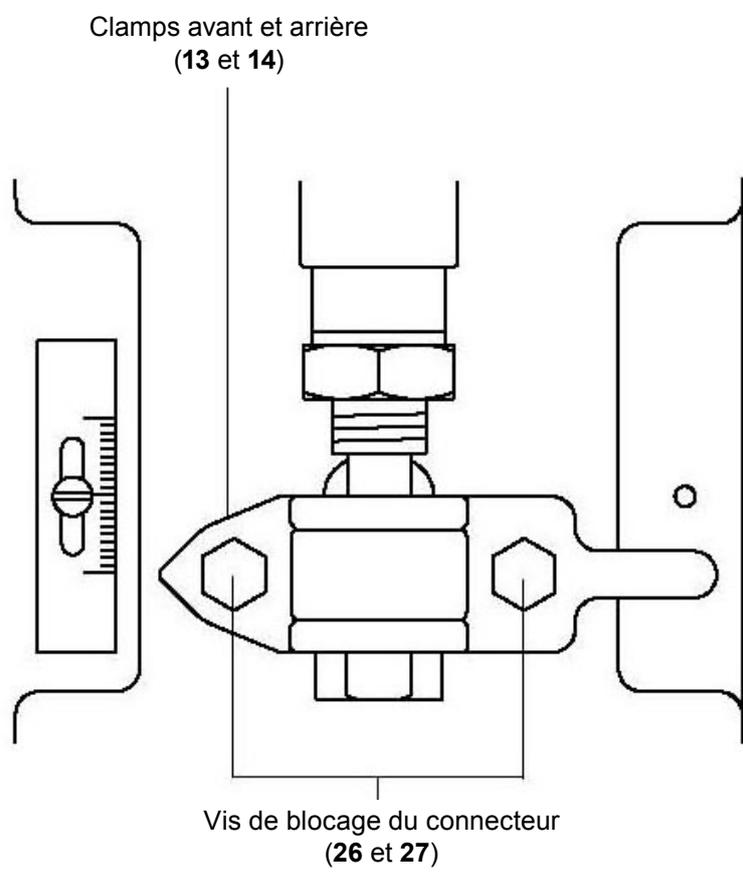

Fig. 4
- Enlever les clamps avant et arrière (13 et 14). Puis retirer l'adaptateur de vanne (11).
- Mettre l'adaptateur de vanne (11) sur la tige de vanne et pousser manuellement le clapet en position fermée.
- Appliquer la pression nécessaire pour mettre la tige en position mi-course (Fig. 4). Placer l'arcade de actionneur au-dessus de la tige de vanne et la positionner sur l'épaulement du chapeau. Serrer à la main l'écrou de montage.
- Appliquer la pression d'air de démarrage + 0,1 bar maximum pour faire descendre la tige du actionneur, et ajuster le connecteur (10) jusqu'à ce qu'il touche l'adaptateur de vanne (11), puis serrer l'écrou de blocage (25).
- Baisser le signal d'air. Placer les clamps avant et arrière (13 et 14) autour de l'adaptateur comme montré sur la Fig. 4.